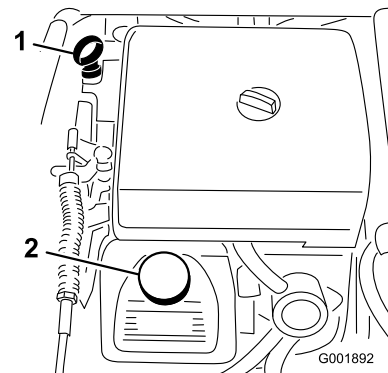

Figura 48
2. Retire la varilla y límpiela con un paño limpio (Figura 48). Introduzca la varilla en el tubo asegurándose de que entre a fondo. Retire la varilla y compruebe el nivel de aceite.
3. Si el nivel de aceite es bajo, retire el tapón de llenado de la cubierta de la válvula (Figura 48) y vierta aceite por el orificio hasta que el nivel de aceite llegue a la marca Lleno de la varilla. Añada el aceite lentamente
- Agregue lentamente un 80% de la cantidad especificada de aceite por el tubo de llenado (Figura 48).